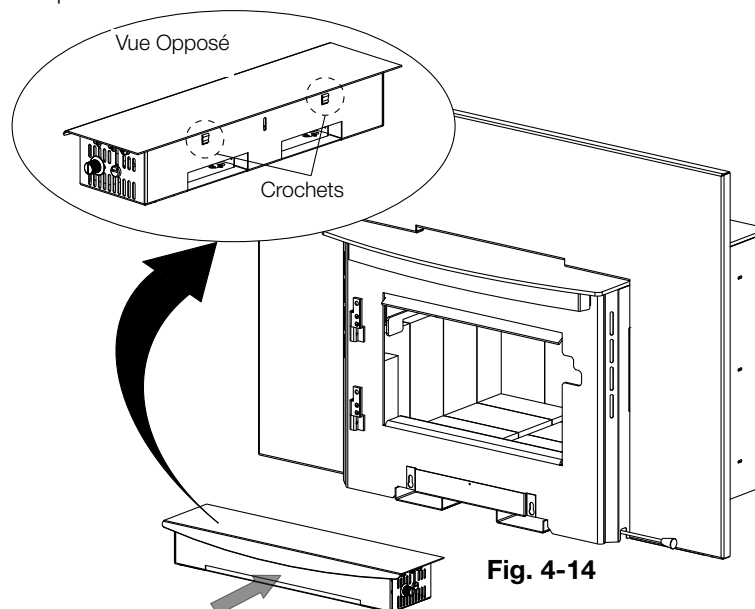

Fig. 4-14
- Fixez les crochets dans l'assemblage de la soufflerie sur le support de montage de la soufflerie (**Fig. 4-14**), puis glissez l'assemblage de la soufflerie jusqu'à ce qu'il soit sécurisé. Assurez-vous que l'assemblage de la soufflerie est centré à la chambre de combustion.